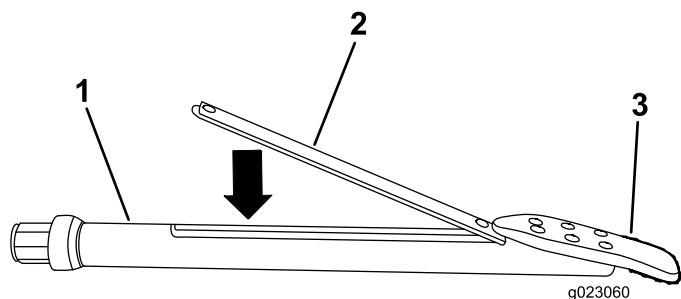

Figura 74
- Introduzca la sonda transmisora en el portasonda con el extremo delantero hacia la broca (Figura 74).